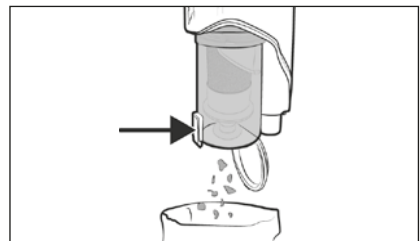

Fig. 16
- 1) Tenere il contenitore della polvere **7** in una pattumiera e premere il tasto di sblocco per il coperchio del contenitore della polvere **8**. Il coperchio del contenitore della polvere **9** si apre e il contenuto viene svuotato nella pattumiera (vedere fig. 16). Quindi richiudere il coperchio del contenitore della polvere **9**.